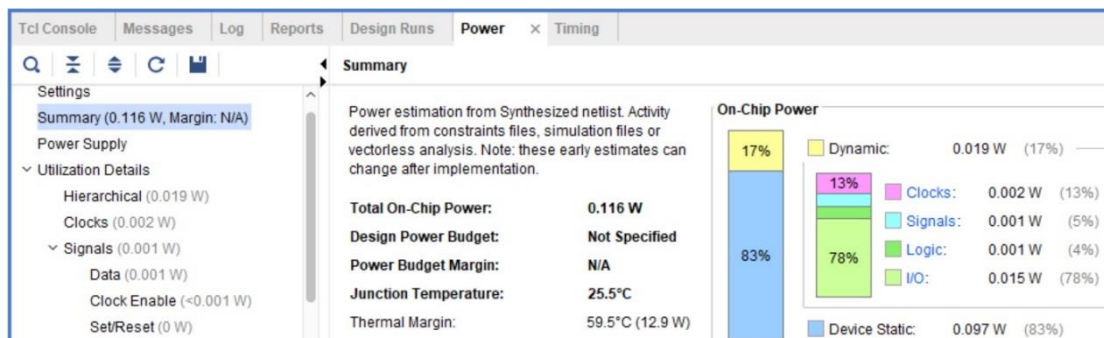

Figura 18. Panoul *Power*.
12. În panoul *Power* din partea de jos a ecranului se va afișa un raport cu puterea consumată estimată (figura 18). În secțiunea *Summary* a raportului se afișează un sumar cu puterea consumată de diferite elemente ale circuitului: semnale de ceas, alte semnale, blocuri logice și blocuri de I/E. De notat că valorile afișate reprezintă doar estimări realizate după sinteză și ele se pot modifica după implementare. Selectați unele categorii din partea stângă a panoului *Power* pentru a vizualiza detalii despre acestea.